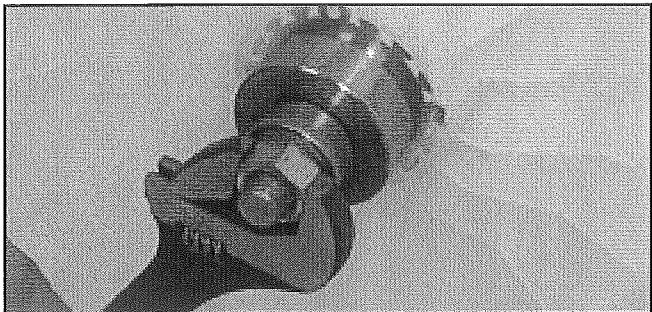

FIGURA 14
21. Apriete la tuerca de prensado inferior hasta que los rodamientos alcancen el tope inferior. Luego haga retroceder la tuerca de prensado inferior y retírela. Vea la *Figura 14*.